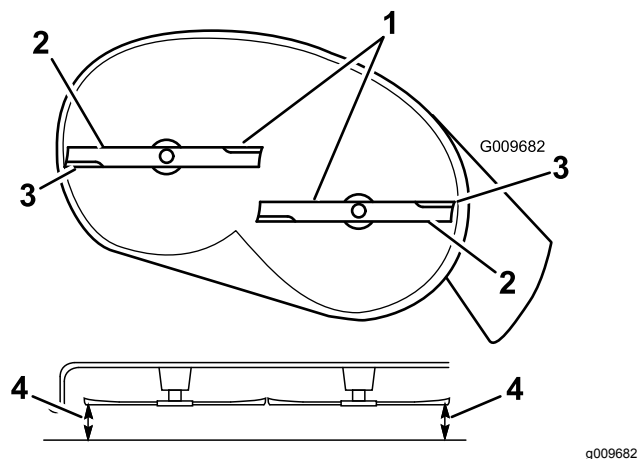
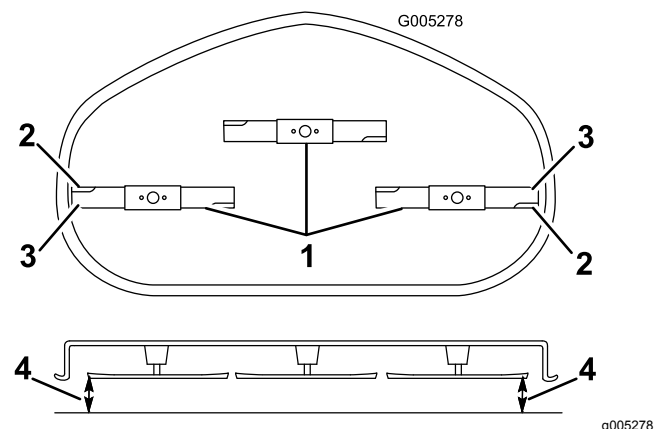

Figura 59
Figura 60
4. Girate con cautela la(e) lama(e) in modo che sia(n)o disposta(e) lateralmente (Figura 59 e Figura 60).
5. Misurate la distanza tra i taglianti esterni e la superficie piatta (Figura 59).